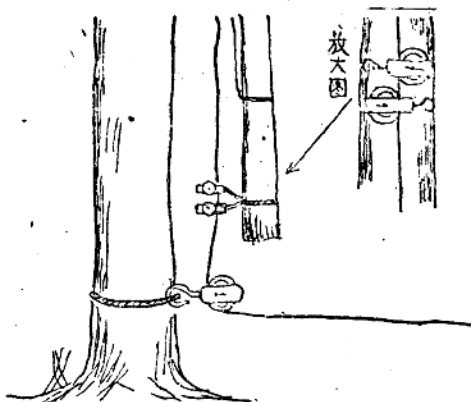

图 9
(2) 轉动絞盤使接高部分豎起靠近瞭望桿底部，为了使接高部分不致轉动倒落在其底部綁两个方向相反的小滑車，并使吊举鋼索通过此滑車，如图 9。因此接高部分可依升吊鋼索为軌道，垂直上升。